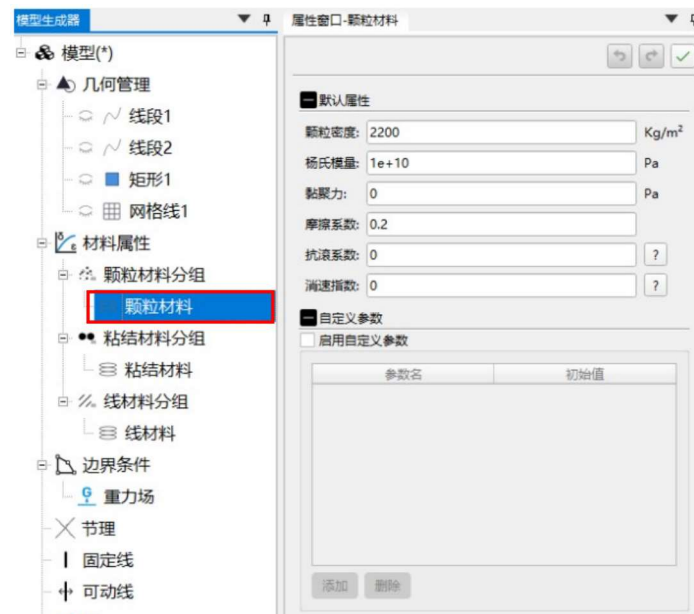

图 1.7 设置颗粒材料属性
(1) 创建颗粒材料：右键“材料属性”，点击“创建颗粒材料”，将自动创建一组颗粒材料，其属性为默认属性。
(2) 修改颗粒材料属性：如下图 1.7 所示，点击所创建颗粒材料，即可在属性窗口编辑相关参数，相关参数说明见下表 1.2。编辑后，必须要点击属性窗口右上角的勾号✔按钮，才可生效！